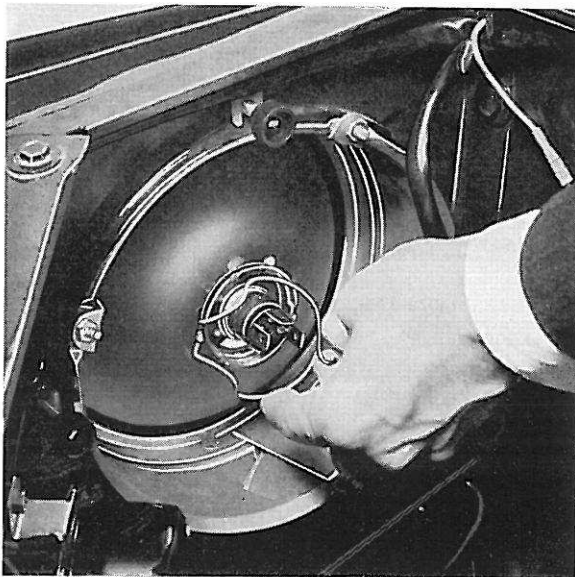

Figure 110. Enlèvement du ressort de verrouillage
1. Déconnecter les câbles en retirant vers l'arrière le connecteur. Démontez le caoutchouc de protection, figure 109. Comprimer et retirer le ressort de fixation de l'ampoule dans le bloc optique, figure 110.